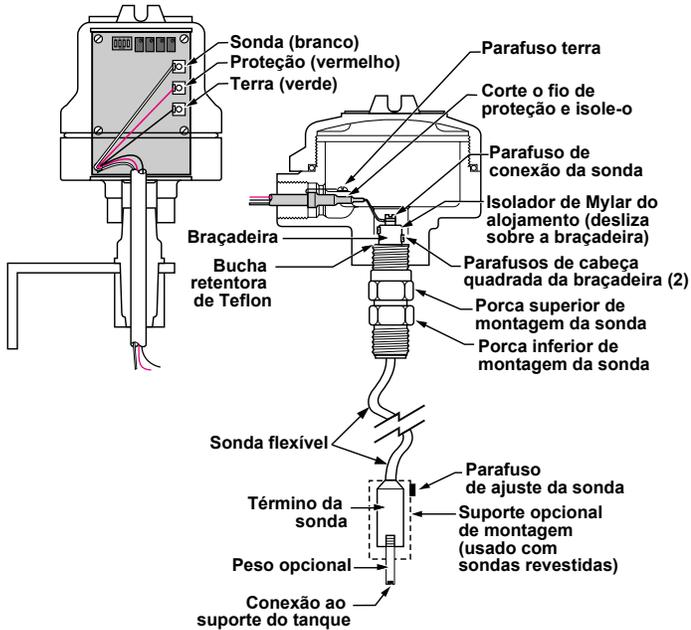

Figura 13
Os invólucros eletrônicos remotos são geralmente enviados pela fábrica montados em um suporte de montagem em "L". Para instalar o invólucro eletrônico, proceda da seguinte forma. Veja a Figura 13.
1. Desparafuse a sonda do invólucro. Remova o isolador de Mylar (filme de poliéster) do invólucro localizado acima da braçadeira. Veja a Figura 13.